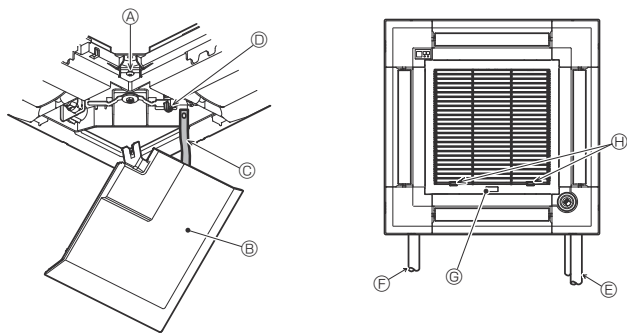

Fig. 9-12
9.5. Ауа қабылдау торын орнату (Fig. 9-12)